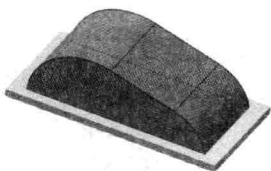
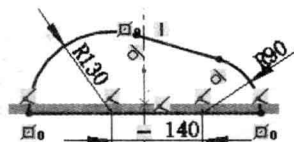

图 1.4 凸台-拉伸 2
图 1.5 横断面草图
③ 选择下拉菜单 **插入(I)** → **退出草图** 命令，系统返回“拉伸”窗口。
(3) 定义拉伸深度属性。
① 定义深度方向。采用系统默认的深度方向。
② 定义深度类型和深度值。在“凸台-拉伸”窗口 **方向1** 区域的下拉列表中选择 **给定深度** 选项, 输入深度值 15.0。
(4) 单击 按钮, 完成凸台-拉伸 1 的创建。
Step3. 添加图 1.4 所示的零件特征——凸台-拉伸 2。选择下拉菜单 **插入(I)** → **凸台/基体(B)** → **拉伸(E)...** 命令; 选取上视基准面作为草图基准面, 在草绘环境中绘制图 1.5 所示的横断面草图; 在“凸台-拉伸”窗口 **方向1** 区域的下拉列表中选择 **两侧对称** 选项, 输入深度值 160.0; 单击 按钮, 完成凸台-拉伸 2 的创建。